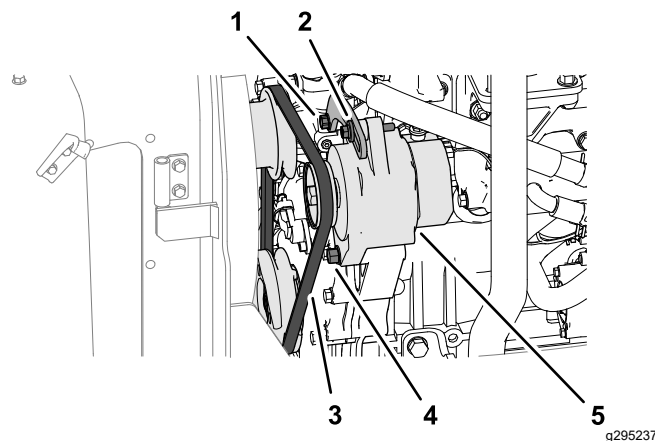

Figura 69
1. Applicate una forza di 10 kg sulla cinghia dell'alternatore (Figura 69), al centro tra le pulegge.
- Se l'inflessione della cinghia è minore di 10 mm, allentate il bullone orientabile dell'alternatore e il bullone della tensione (Figura 69), e riducete la tensione della cinghia.
- Se l'inflessione della cinghia è maggiore di 10 mm, allentate il bullone orientabile dell'alternatore e il bullone della tensione (Figura 69), e aumentate la tensione della cinghia.
- Nota:** Se necessario, allentate il bullone della staffa della tensione (Figura 69).
3. Serrate i bulloni (Figura 69).